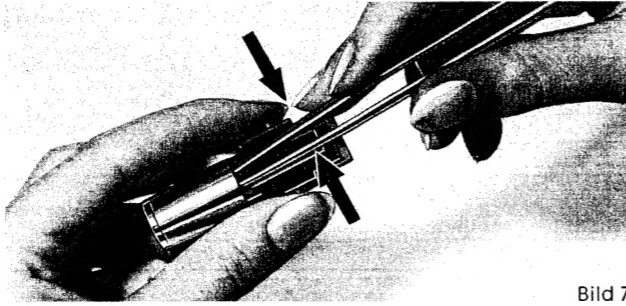

Bild 7
Soll aus Reparaturgründen der Tastenknopf gewechselt werden, so verfähre man nach Abbildung ①, ③ und ④. Um den Knopf vom Führungsstück zu trennen, drücke man mit Hilfe einer Pinzette die beiden Rastnasen der Tastenführung leicht zusammen (Bild 7). (Dies gilt nicht für die Austaste, da Knopf und Führungsstück fest miteinander verbunden sind.)